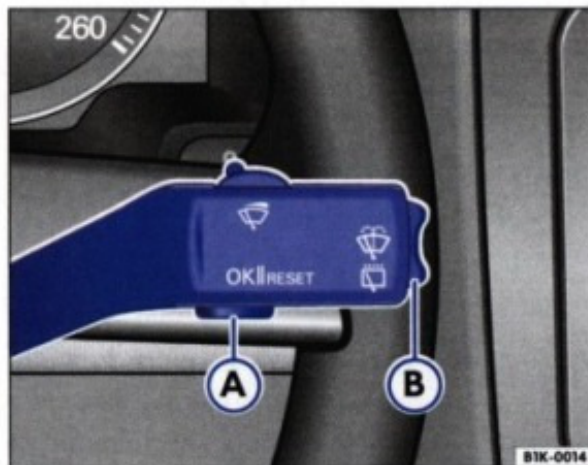

Fig. 21 Tasta **Ⓐ** și butonul basculant **Ⓑ** pentru utilizarea meniurilor din display
- Selectați cu butonul basculant ⇒ fig. 21 **Ⓑ** Telefon în meniul principal. Apare meniul Telefon.